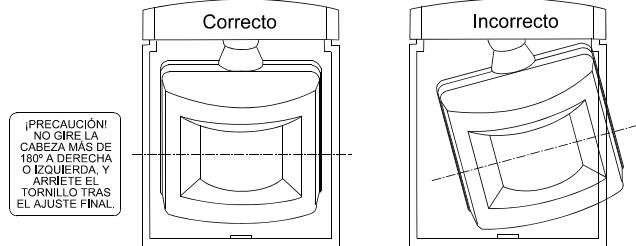

Figura 7. Colocación del detector
- G. Observe el detector desde el frente y asegúrese que está nivelado, de manera que se utilice el diagrama de detección por completo, en toda su anchura. Vea la Figura 7.